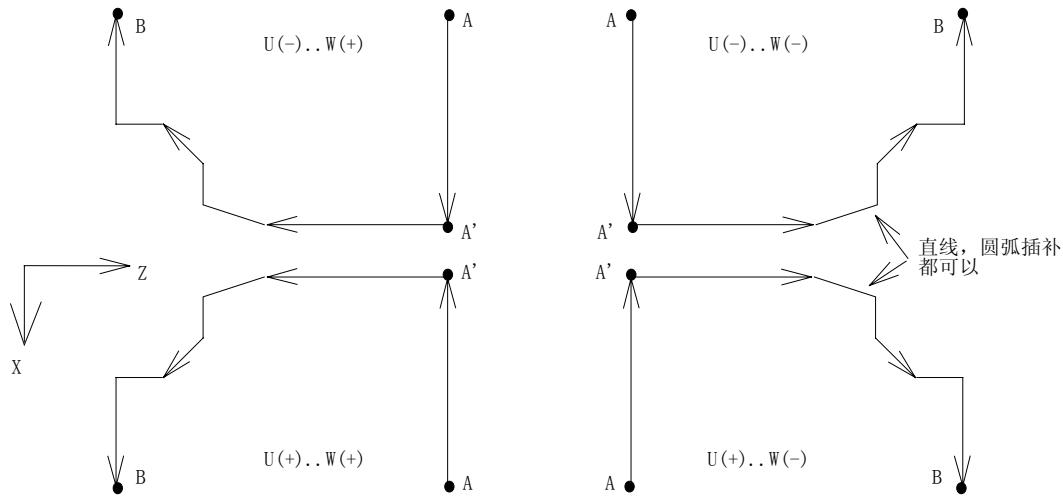

图 2-39
- 根据切入方向的不同, G71指令轨迹有下述四种情况(图2-39), 但无论哪种都是根据刀具平行Z轴移动进行切削的, Δu 、 Δw 的符号如下: